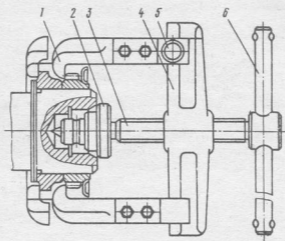

Рис. 16. Снятие шестерни и заднего противовеса коленчатого вала съемником И-801.01.000:
47. Спрессовать съёмником (Рис. 16) с шейки переднего конца коленчатого вала 8 (Рис. 12) одновременно передний противовес 4 коленчатого вала и ведущую шестерню 5 привода масляного насоса. (Съёмник И 801.01.000).